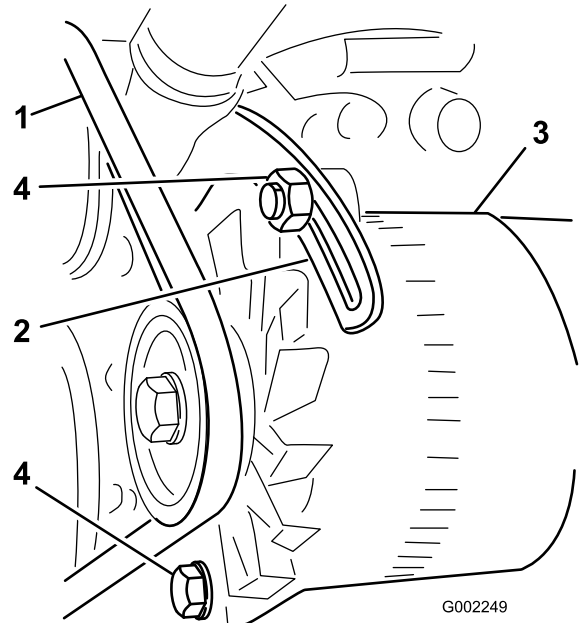

Figure 106
3. Desserrez le boulon sur le point de pivot de l'alternateur ; desserrez le boulon qui fixe l'alternateur au renfort fendu (Figure 106).